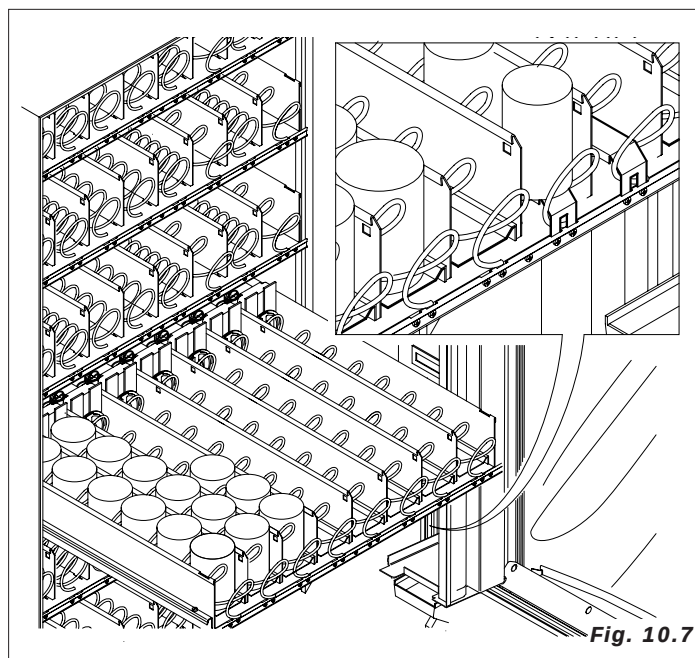

Fig. 10.7
- o de los soportes (véase fig. 10.7) para facilitar el desplazamiento de los productos.